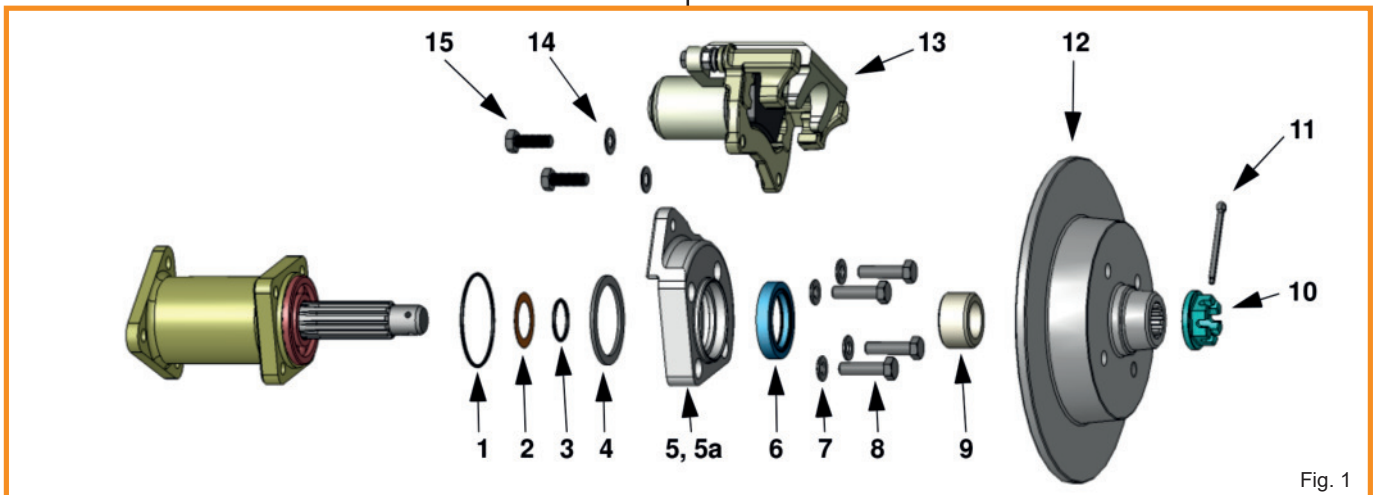

Fig. 1
- Only the castle nuts (Pos:10, Fig.1) need to be used from the drum brake setup.
- Lediglich die Kronenmuttern (Pos:10, Fig.1) müssen von der Trommelbremse übernommen werden.